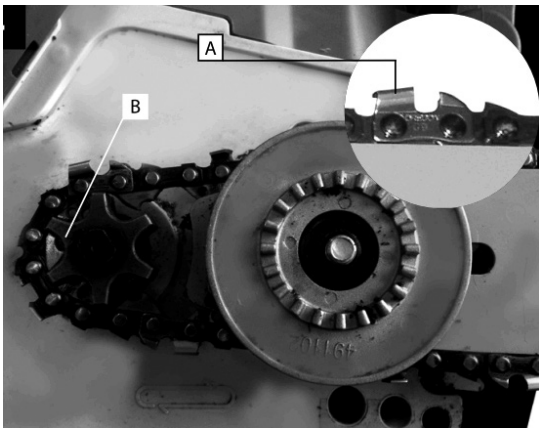

Рис.3
2. Установите направляющую шину и пильную цепь так, как показано на Рис.3
3. При установке цепи следите за тем, чтобы режущая кромка зуба (А) Рис.3 была расположена вперед по ходу движения цепи, т.е. по часовой стрелке. Проверьте правильность расположения звеньев цепи на ведущей звездочке (Рис.3В).